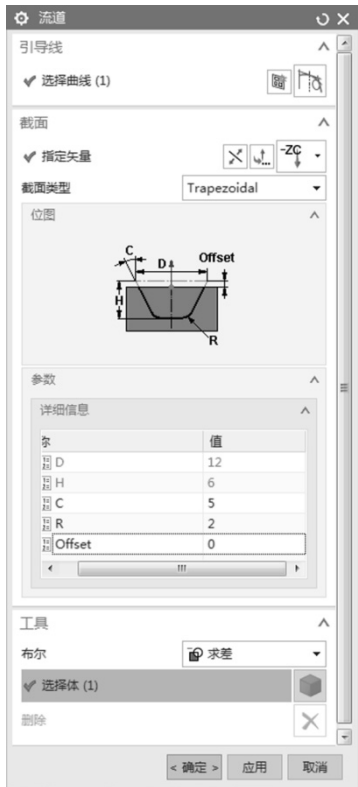

图 16-44 设置【流道】对话框参数
(7) 单击“完成”按钮，在【流动】对话框中“指定矢量”选取“-ZC↓”，“截面类型”选取“Traperzoidal”(梯形)，D(流动宽度)设为12 mm，H设为6 mm(流动深度)，C设为5°(流动斜度)，R设为2 mm(底部圆角)，Offset设为0，“布尔”选取“求差”，如图16-44所示。